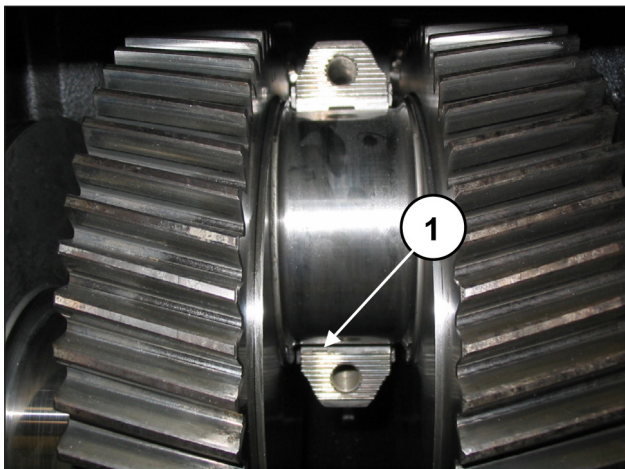

Fig. 82
Para uma montagem correta dos semi-rolamentos, certifique-se de que a lingueta de referência dos semi-rolamentos esteja posicionada na caixa adequada sobre a semi-haste (pos. ①, Fig. 82).